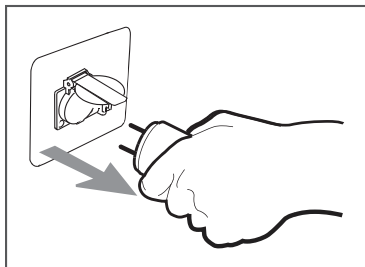

Рис. 16 Отключение потребителей
- Отключите последовательно все потребители (Рис. 16) (Смотри раздел «Правила подключения (отключения) потребителей к генератору»).